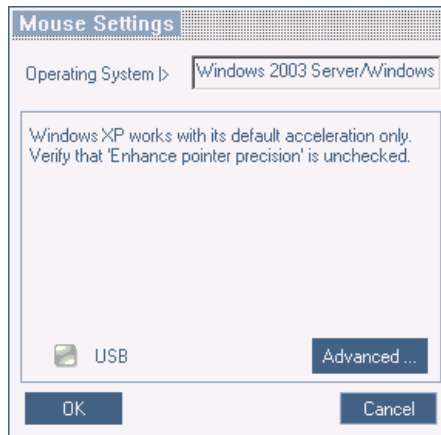

Abbildung 26 Mauseinstellungskasten
1. In der Werkzeulleiste klicken Sie auf **Manual Settings** (Manuelle Einstellungen). Der **Mauseinstellungskasten** wird eingeblendet. Siehe Abbildung 26.